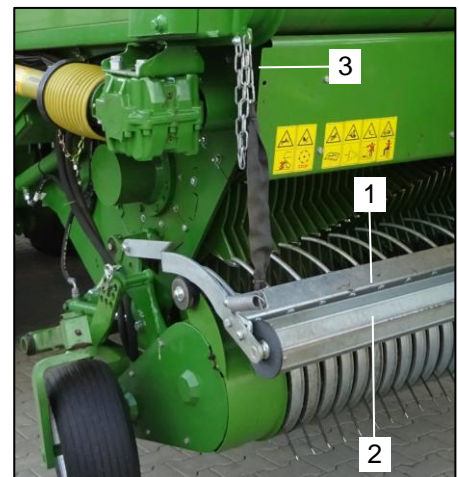

Bild 19: Leitkamm & Schwadrolle
Oberhalb der Pick Up ist die Maschine mit einem Leitkamm (Bild 19 / Pos.1) und einer Schwadrolle (Bild 19 / Pos.2) ausgestattet. Diese gewährleisten bei kurzem Erntegut eine einwandfreie Aufnahme des Materials. Das Futter wird vom Leitkamm gegen die Aufnahmezinken gedrückt, wodurch verhindert wird, dass es nach vorne wegfällt.
Je nach Schwadstärke kann der Leitkamm (Bild 19 / Pos.1) und die Schwadrolle (Bild 19 / Pos.2) durch Einhängen der Ketten (Bild 19 / Pos.3) in den gewünschten Abstand zur Pick Up gebracht werden.
In den meisten Fällen aber wird der Leitkamm (Bild 19 / Pos.1) durch die Schwadrolle (Bild 19 / Pos.2) geführt. Diese legt sich auf das Schwad und folgt dessen Kontur. Für eine einwandfreie Funktion muss sich die Schwadrolle leicht drehen lassen.
- Stellen Sie den gewünschten Abstand durch Einhängen der Ketten auf beiden Seiten der Maschine (Bild 19 / Pos.3) ein.